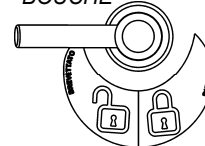

Fig. 1.8.3.1
- quand le levier est dans la position de la figure 1.8.3.1, le micro est éteint, la bouche est libre et la machine ne peut démarrer;